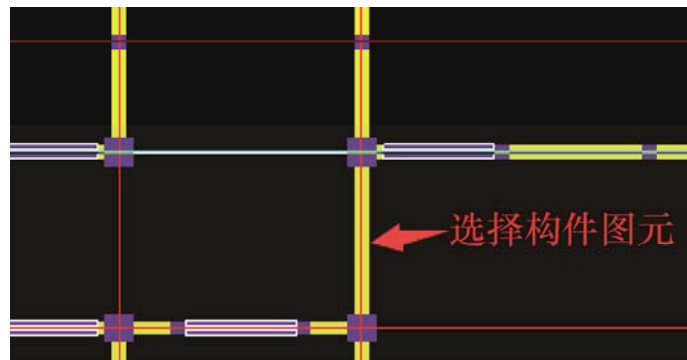

图 2-32 选择构件图元
③ 单击鼠标左键，并单击选择需要修剪的构件图元，则所选构件图元的选中部分被剪掉，如图 2-32 所示。